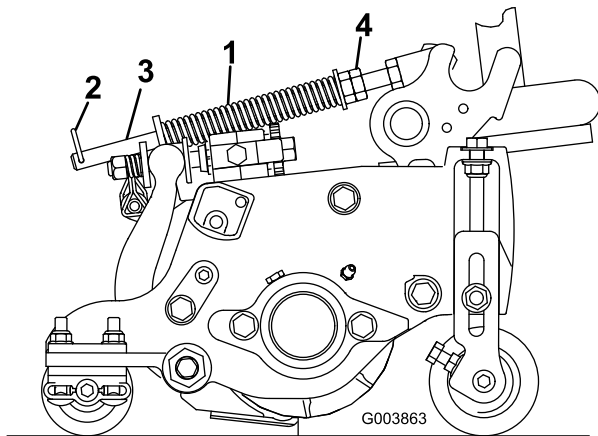

Bild 12
Die Rasenkompensierungsfeder (Bild 12) verlagert das Gewicht von der Front- zur Heckrolle. (Dies reduziert ein Bobbing genanntes Wellenmuster auf der Rasenfläche.)
1. Stellen Sie sicher, dass der Lastösenbolzen in das hintere Loch in der Federstange eingesetzt ist (Bild 12).
2. Ziehen Sie die Sechskantmuttern vorne an der Federstange an, bis die zusammengedrückte Länge der Feder am Reelmaster 5210 & 5410, 5 Zoll Mähwerke, 12,7 cm oder am Reelmaster 5510 & 5610, 7 Zoll Mähwerke, 15,9 cm beträgt (Bild 12).